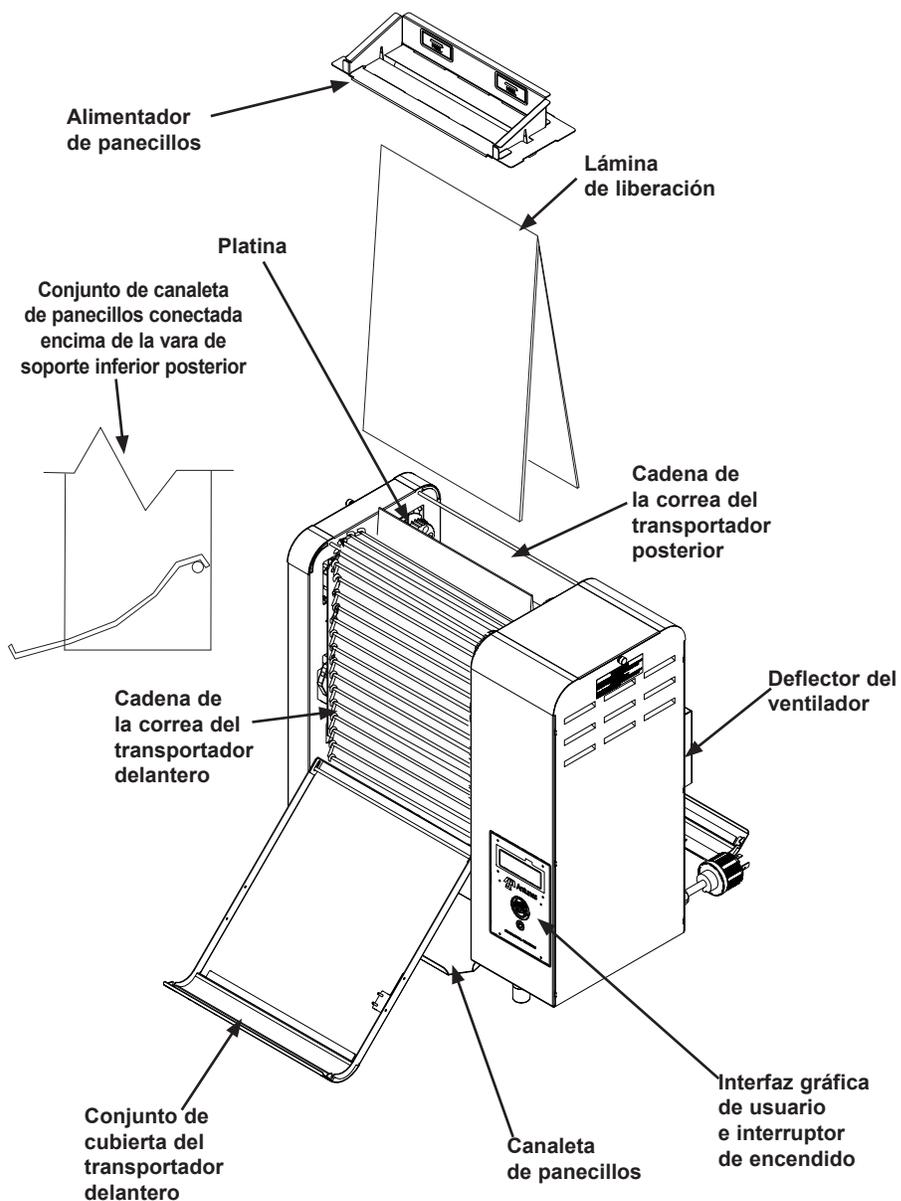

Figura 1. Componentes
5. Instale la canaleta de panecillos, la lámina de liberación y el alimentador de panecillos como se muestra en Figura 1.
3. Con guantes resistentes al calor, retire los siguientes elementos del tostador (consulte la Figura 1):